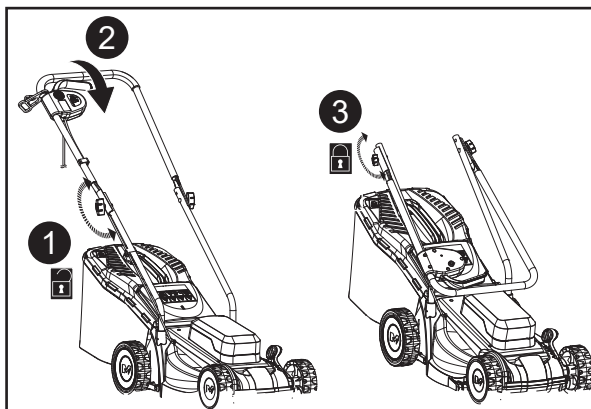

Fig. 17
3. Plier le guidon lors du rangement du produit pour gagner de la place (Fig. 17, étapes 1, 2, 3).